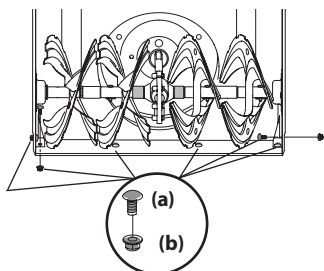
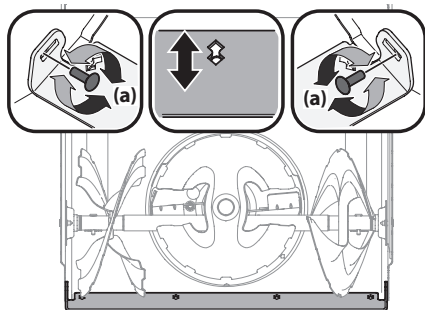

Figure 4-2
Figure 4-3
3. Enlevez les boulons ordinaires (a) et le contre-écrou à embase (b) qui la maintiennent ainsi que les patins sur la souffeuse. Voir Figure 4-2.
4. Installez la lame plate neuve en vérifiant que la tête des boulons ordinaires, les rondelles se trouve à l'intérieur de l'habitacle. Serrez à fond. Voir Figure 4-2.
NOTE : La lame de raclage installée sur certain modèles (représenté sur la Figure 4-3) ont un bord d'usure qui peut être ajustée vers le devant pour prolonger sa durée de vie. Lorsque la lame de raclage s'use, elle peut être déplacé dans une deuxième position.
3. Désérrez les boulons arrière des patins et ce, des deux côtés de la souffeuse à neige et retirez les boulons de carrosserie et les écrous hex qui fixent la lame de raclage au boîtier de la tarière. Voir Figure 4-3 et Figure 4-2.
4. Glissez la lame de raclage vers le bas à la deuxième position. Insérez et serrez bien les boulons. Voir Figure 4-3.